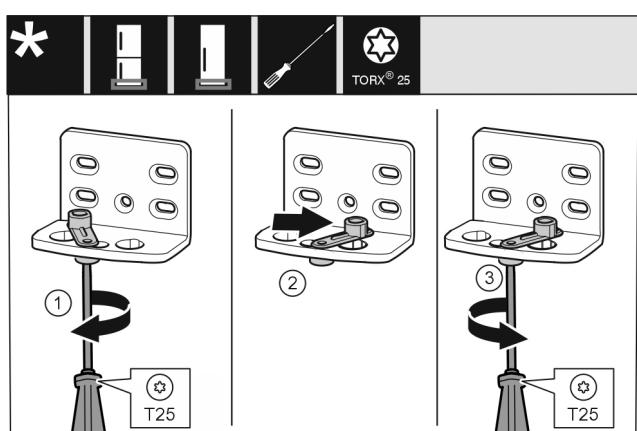

Fig. 11
- ▶ 用 T25 螺丝刀拧松螺钉。Fig. 11 (1)
- ▶ 将关门辅助装置提起并向右 90° 转入钻孔。Fig. 11 (2)
- ▶ 用 T25 螺丝刀拧紧螺钉。Fig. 11 (3)